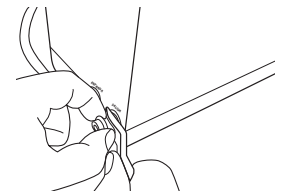

Figura 22.
d. Retira el tapón que se encuentra en el puerto "Entrada". Para tu comodidad, coloca la Llave de ajuste entre el tapón y el collar del conector rápido, presionando el mismo y tomando el tapón con tus dedos (ver Figura 22).